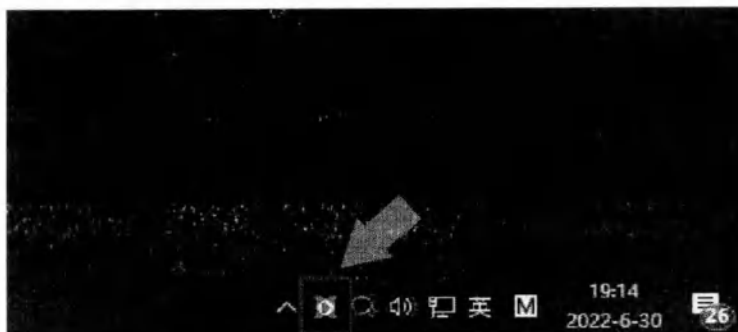

Рис.7-1 Сервер работает.
- По умолчанию сервер запускается автоматически при включении питания компьютера. Если программное обеспечение сервера работает, пользователь может найти значок сервера на панели задач в правом нижнем углу экрана компьютера (*Рис. 7-1 Сервер работает.*).